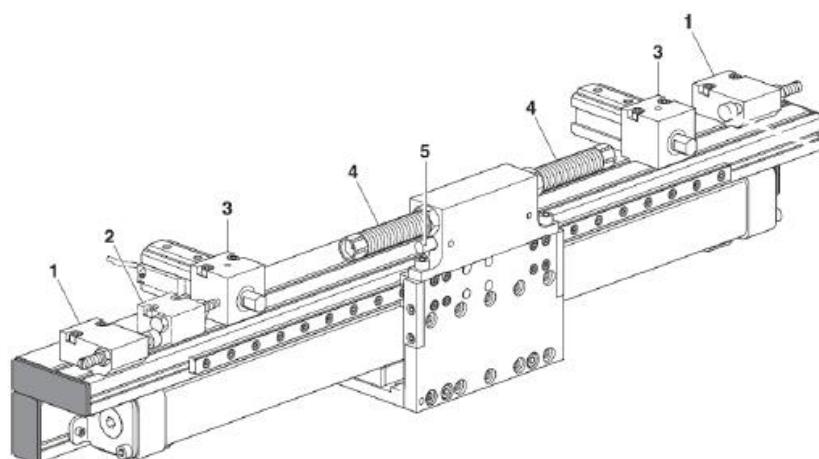

Abb. 23 Einstellung Anschlagsschrauben PMP-c Version 02
3. Hublänge mittels Endansschlägen (Abb. 23, 1) und bei Bedarf mit der Feineinstellung (Abb. 23, 2) einstellen.
4. Zwischenansschläge (Abb. 23, 3) einstellen.
5. Stossdämpfer (Abb. 23, 2) einstellen (⇒ Kap. 6.7).
6. Initiatoren (Abb. 23, 3) montieren (⇒ Kap. 6.8)